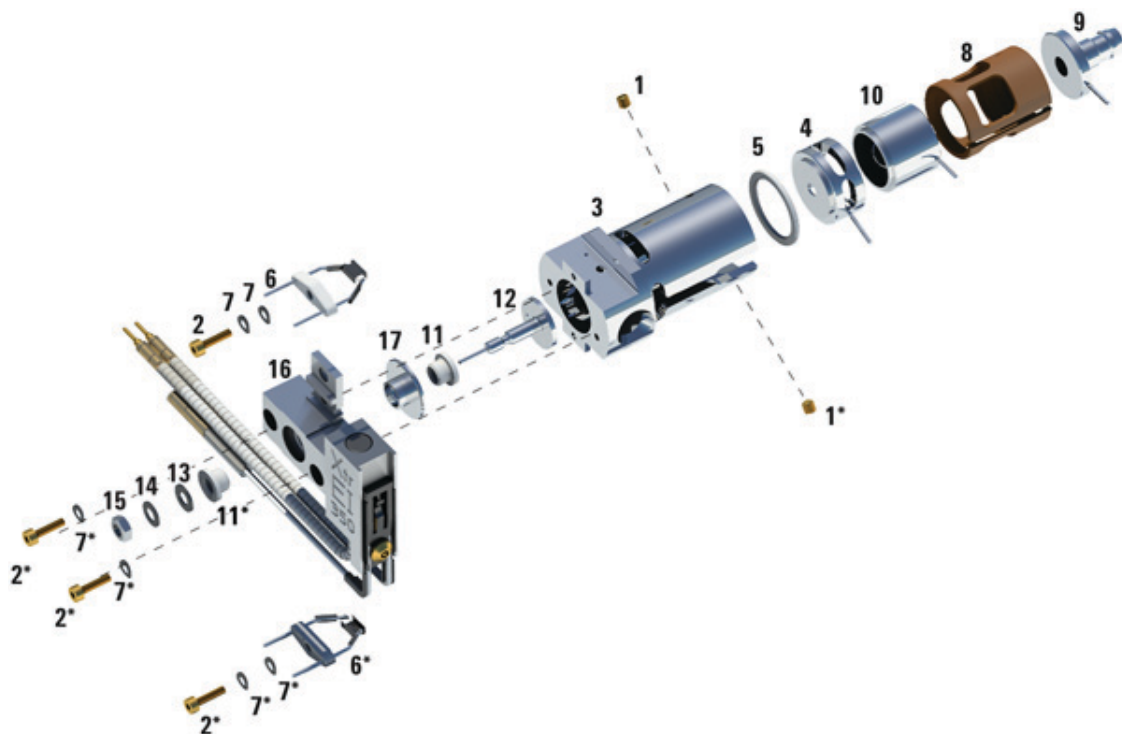

Рисунок 23 Разборка источника ионов ЭУ с экстрактором
- 2 Извлеките нити накала, для этого открутите два позолоченных винта и отделите катоды от источника. См. Рисунок 23 на стр. 154.
Таблица 19 Список компонентов источника ионов с экстрактором (Рисунок 23)
Таблица 19 Список компонентов источника ионов с экстрактором (Рисунок 23) (продолжение)